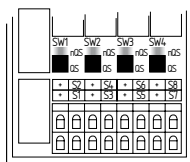

Fig. 5
- Pos. QS (sotto) (vedere Fig. 5): con protezione da cortocircuito, idoneo per applicazioni a due canali e applicazioni senza uscite non isolate con potenziale positivo nei circuiti di comando e applicazioni con uscite non isolate con potenziale positivo e negativo nei circuiti di comando.